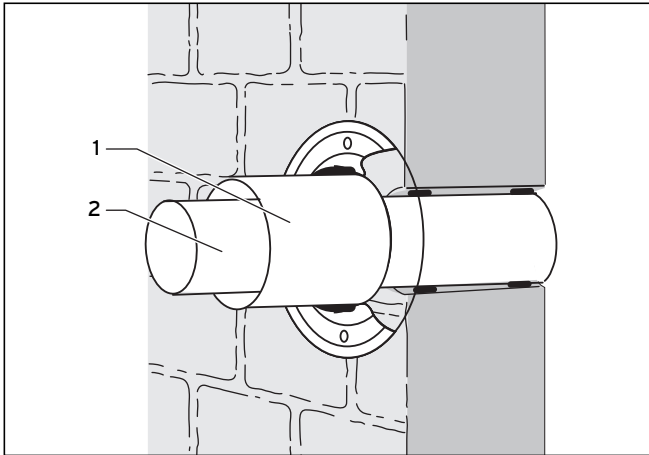

Abb. 5.19 Anschluss montieren
- Kürzen Sie das Luft-/Abgasrohr gemäß Abbildung 5.19 und den Montagemaße in Kapitel 3. Beachten Sie beim Kürzen des Luftrohrs, dass das Ende mit dem Abstandhalter nicht abgetrennt wird. Die Muffe am Abgasrohr abtrennen.
- Setzen Sie das Abgasrohr (2) in die Wand und verschließen Sie es baustoffgerecht.